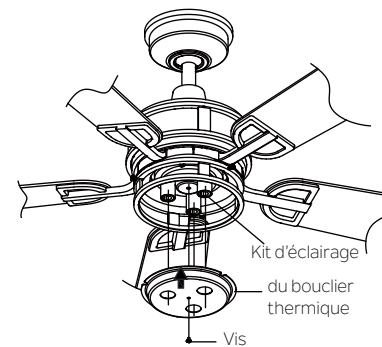

Fig. 24
Étape 5. Alignez le trou de vis situé sur le trou central de l'ensemble d'éclairage et le bouclier protecteur. Passer les trois douilles du kit d'éclairage sur les trous les plus grands du bouclier thermique. Serrer fermement la vis retirée précédemment à l'étape 1. (Fig. 24)